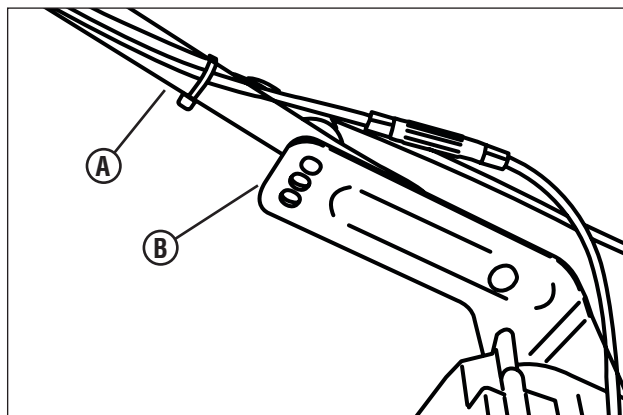

Figura 5: Ajuste de la altura del mango
1. Retire las perillas, las arandelas, y los pernos asegurando la manilla inferior (**A**, **Figura 5**) hacia los soportes de montaje (**B**).